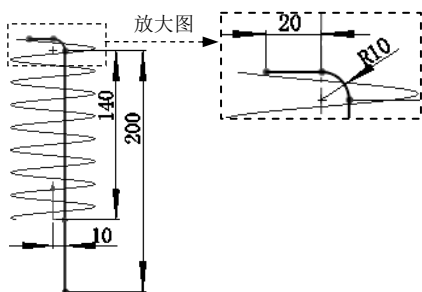

图 6.13.2 草绘曲线
Step2. 创建基准面 1。螺旋加热丝的草绘曲线如图 6.13.2 所示，创建图 6.13.3 所示的基准面 1。选择下拉菜单 **插入(I)** → **参考几何体(G)** → **基准面(P)...** 命令，系统弹出如图 6.13.4 所示的“基准面”对话框；选取上视基准面和如图 6.13.3 所示的点作为创建基准面的参考实体；单击该对话框中的 ☒ 按钮，完成基准面 1 的创作。